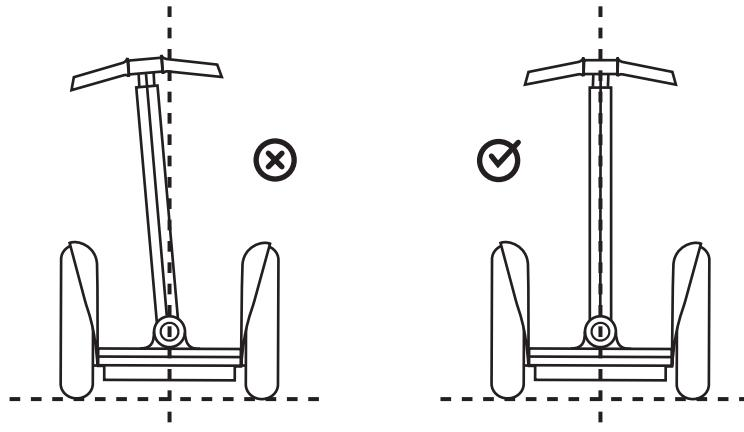

**Figure 4.** Vérifiez que la bride de serrage est installée correctement, côté recourbé orienté vers le bas
7. Si les brides de serrage ne sont pas mises en place, installez-les, côté recourbé orienté vers le bas, de chaque côté de la base du cadre LeanSteer et vissez la vis sans serrer. Référez-vous à la figure 4.